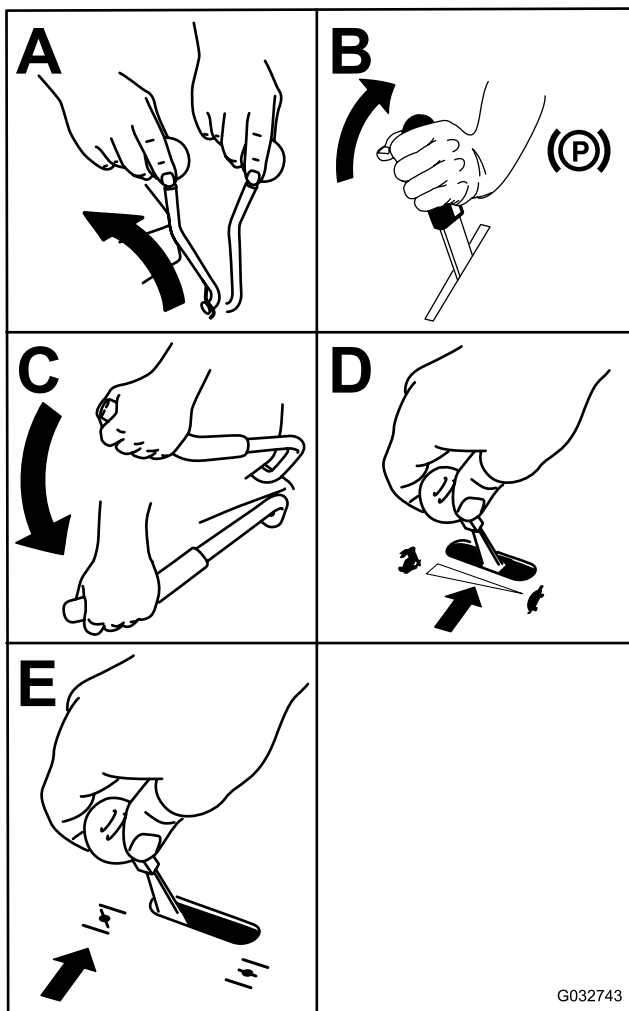

Bild 23
3. Stellen Sie den Zapfwelleneinkupplungshebel in die AUS-Stellung (Bild 23).
6. Drehen Sie den Schlüssel in die START-Stellung (Bild 23). Lassen Sie den Schlüssel los, wenn der Motor anspringt.